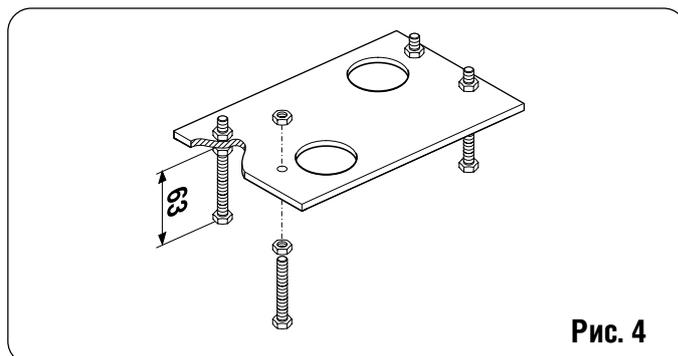

Рис. 4
1) Соберите плиту, как показано на рис. 4.